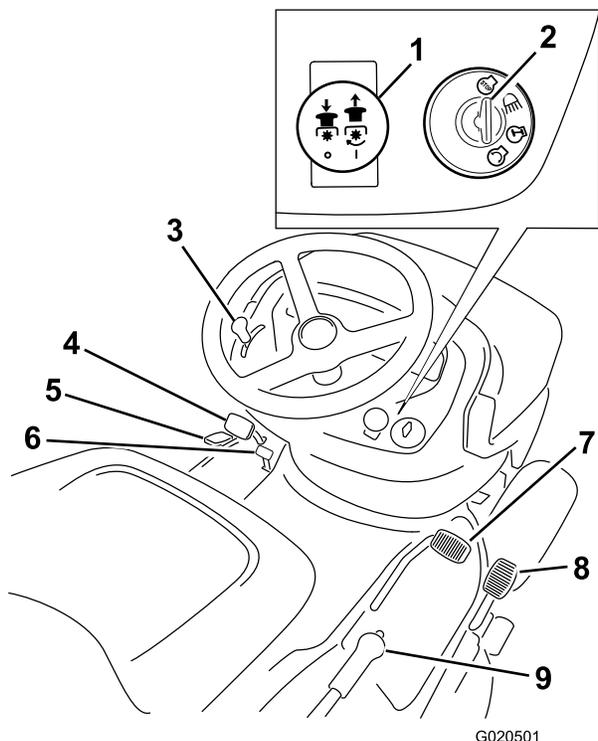

Figure 4
Avant de mettre le moteur en marche et d'utiliser la machine, familiarisez-vous avec toutes les commandes (Figure 4).
1. Appuyez sur la pédale de frein (Figure 4) et maintenez-la enfoncée.
1. Enfoncez la pédale de frein (Figure 4).
2. Tirez la commande des lames (PDF) en position Engagée (Figure 4).
2. Poussez le bouton de commande des lames (PDF) en position Désengagée (Figure 4).
- Désengagez la commande des lames (PDF) ; voir Figure 4.